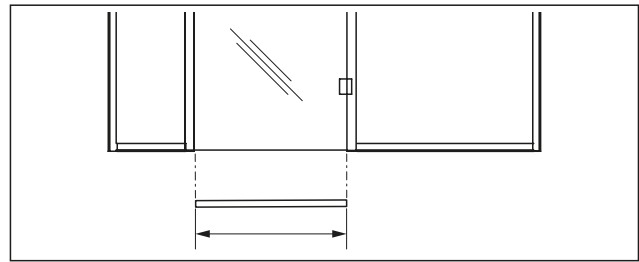

Abb. 6 Die Breite der Absenkdichtung mit der Breite der Glasscheibe auf der Bandseite abgleichen
2. Sicherstellen, dass die Absenkdichtung der Breite der Tür auf der Bandseite entspricht (Abb. 6).